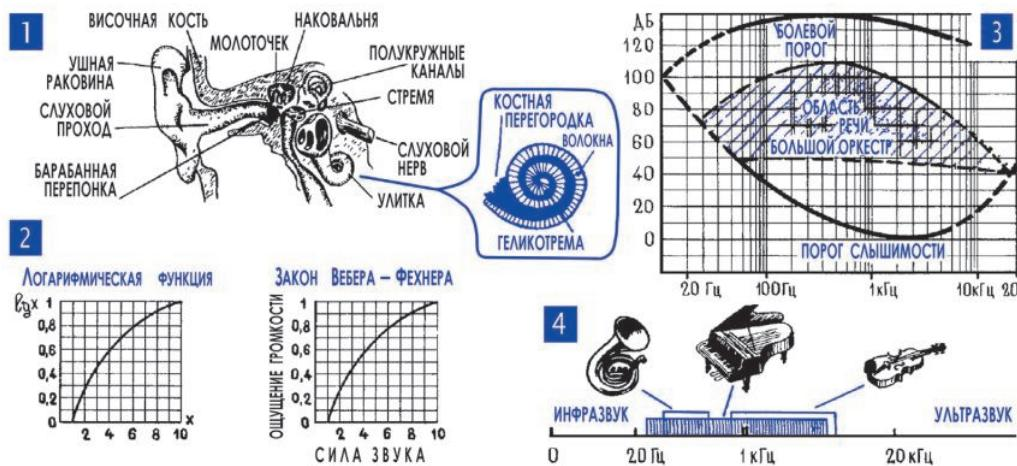

Рис. 7.4. Строение уха и восприятие звука человеком
**14. Орган слуха – высокочувствительный приемник и анализатор сложных звуковых сигналов.** Наземная станция метро – это лишь небольшая часть того, что мы называем словом «метро», главные же его сооружения – прекрасные дворцы-станции, бесконечные тунNELи, эскалаторы, поезда, системы электроснабжения и связи – все это скрыто под землей. Вот так и то, что мы привыкли называть ухом, – это не более чем своего рода наземная станция метро. Главные же части нашего звукоприемника – среднее и внутреннее ухо – нам не видны, они спрятаны глубоко и защищены костями черепа (рис. 7.4).
Напомним, логарифм (десятичный) какого-либо числа – это есть показатель степени, в которую нужно возвести 10, чтобы получить данное число. Сокращенно это записывается, например, так:  $\lg 100 = 2$ , то есть логарифм числа 100 равен 2. Действительно, если возвести 10 в квадрат (в степень 2), то как раз и получится 100. Точно так же нетрудно понять и другие записи:  $\lg 1000 000 = 6$ ;  $\lg 2 = 0,3$  и т. д. Логарифм, то есть, попросту говоря, цифра, забравшаяся на место показателя степени, с огромной силой влияет на результат. Так, например, если увеличить логарифм всего в два раза, скажем с 2 до 4, то само число увеличится в 100 раз, а именно со 100 до 10 000 ( $\lg 100 = 2$ ;  $\lg 10 000 = 4$ ). Можно сказать об этом и другими словами: резкое изменение какого-либо числа приводит к сравнительно небольшому изменению его логарифма. И опять тот же пример, но уже прочитанный в обратном направлении: если увеличить какое-либо число в 100 раз, то его логарифм увеличится всего в два раза (10 000 больше, чем 100, в 100 раз, а  $\lg 10 000$  больше, чем  $\lg 100$ , всего в 2 раза). Зависимость логарифма от самого числа, к которому он относится, называется логарифмической зависимостью. Именно на нее и похожа зависимость ощущения громкости от силы звука, похожа и по форме (рис. 7.4; 2), и по существу: сильное изменение силы звука приводит к сравнительно небольшому изменению ощущения громкости. Эта зависимость, характерная, кстати, не только для слуха, но и для других «приемников» живой природы4, получила название закона Вебера–Фехнера, по имени открывших ее ученых, математика и физиолога.